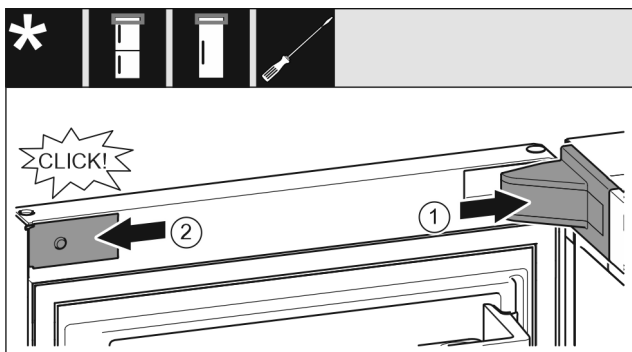

Fig. 21
- ▶ Nasadte a zaklapněte kryt stojanu ložiska Fig. 21 (1), příp. opatrně přitlačte od sebe.
- ▶ Z boku nasadte zásepku Fig. 21 (2) a zaklapněte.